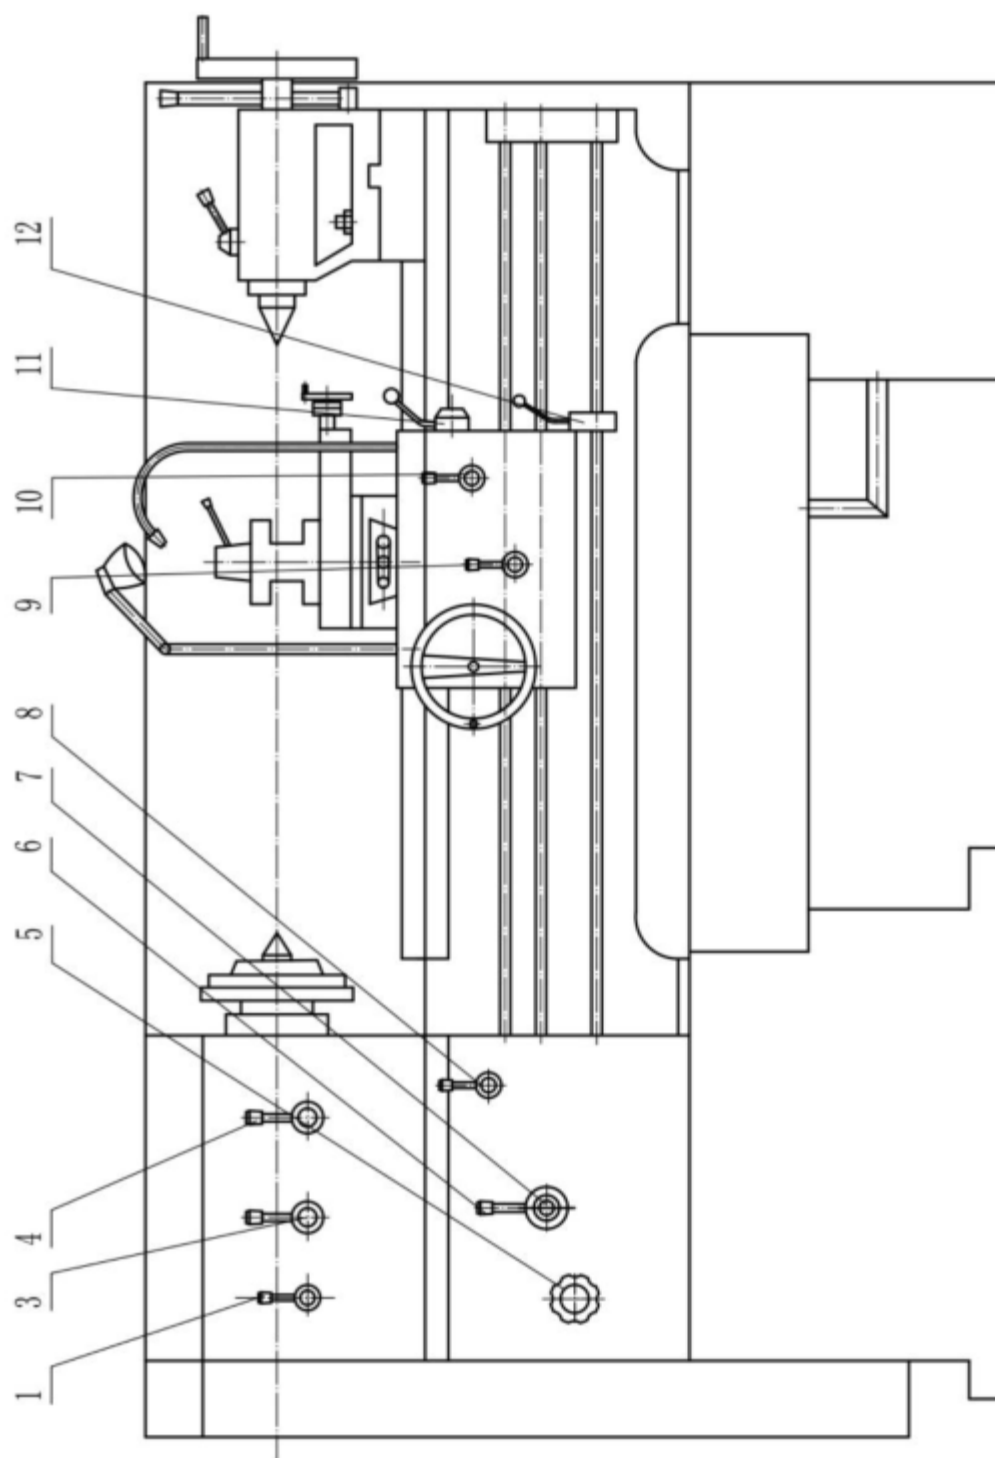
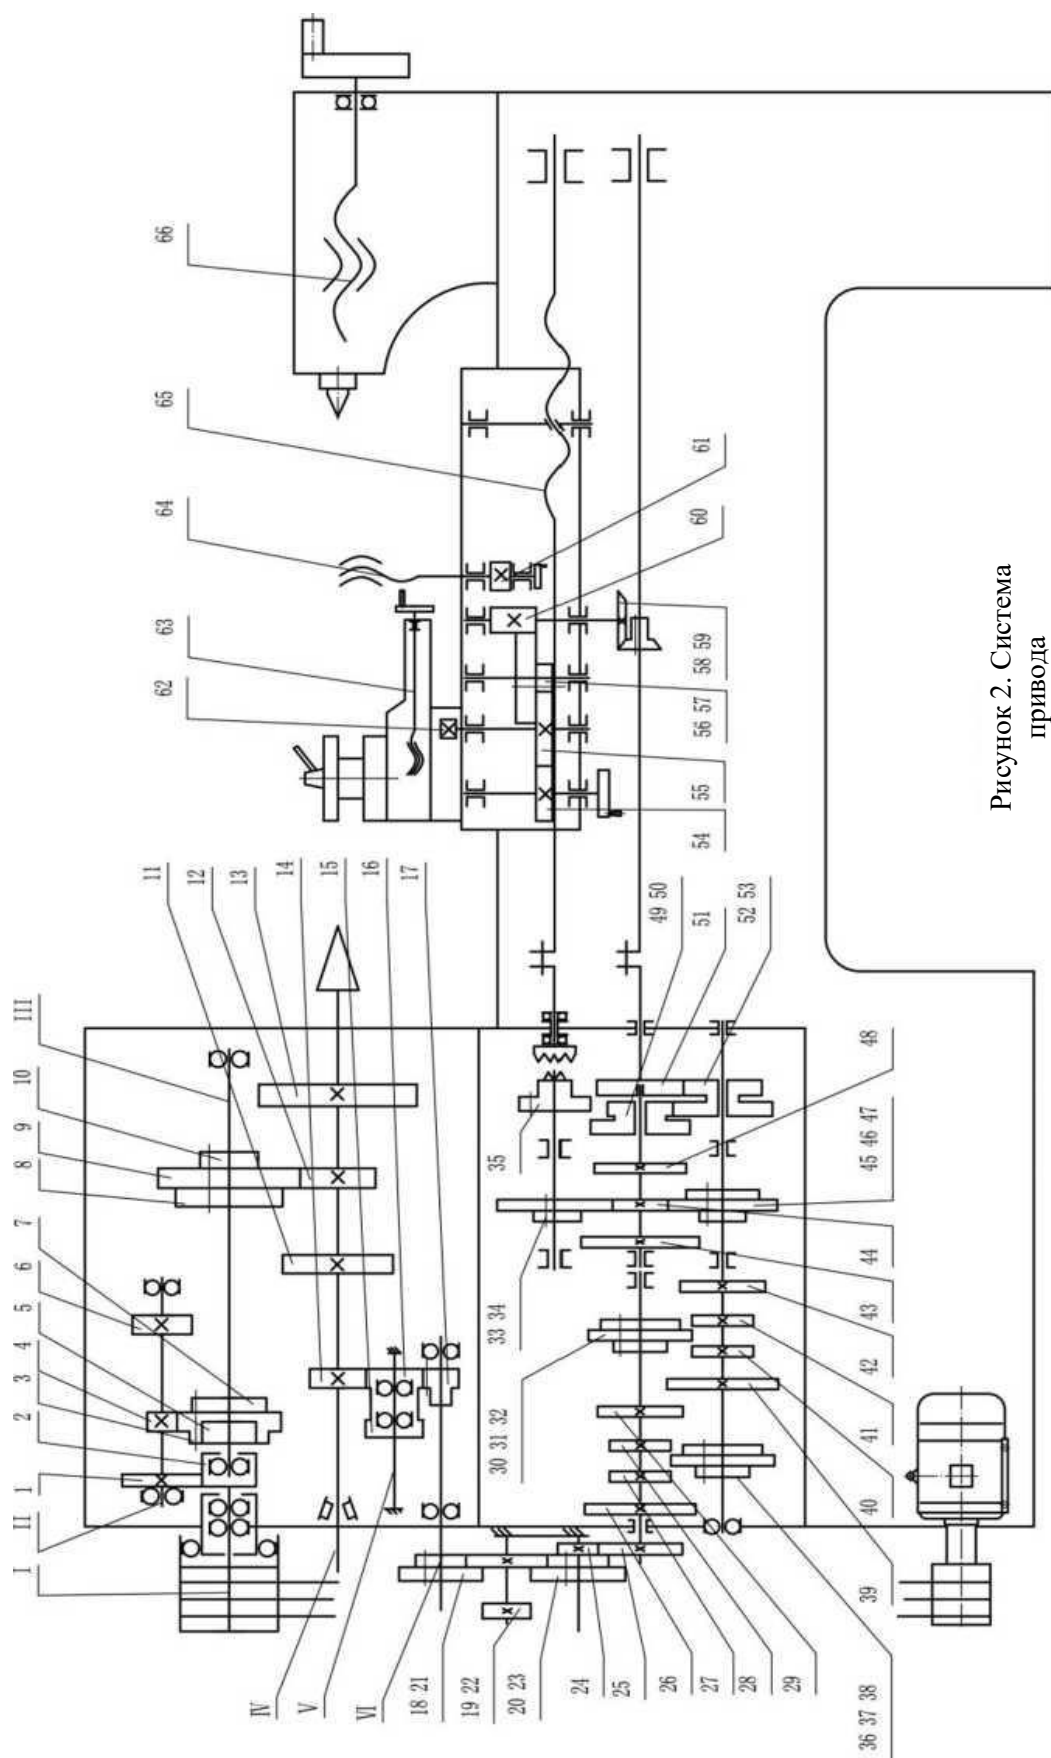

Рисунок 1. Общий вид станка
Рисунок 2. Система
Вся конструкция и рабочий стержень показаны на рис.1. Основная структура и порядок работы следующие.
Вал шпиндельной бабки приводится в движение треугольным ремнем (см. рис. 2), затем с помощью шестерен вращение передается на шпиндель, можно получить 9 ступеней скорости. Включение шестерен осуществляется рычагом управления 3,4 (см. рис. 1). Обратное вращение шпинделя осуществляется за счет обратного вращения двигателя. При одинаковых приводных цепях скорость вращения шпинделя вперед и назад одинакова и имеет 9 ступеней в каждом направлении. Рычаг 1 (рис. 1) управляет направлением подачи.
Управление подачей осуществляется системой сменных зубчатых колес (см. рис.2). Сменные зубчатые колеса установлены на пластине сменных зубчатых колес. Сменные зубчатые колеса устанавливаются попарно согласно заводской табличке резьбонарезного устройства. Что касается нарезки специальной резьбы, то сначала необходимо рассчитать, а затем произвести замену сменных зубчатых колес попарно. С помощью базовой ручки 5 и ручек 6 и 7 (показаны на рис. 1), можно получить разную скорость нарезания и подачи резьбы. Ручка 8 (рис.1) управляет нарезкой резьбы и подачей.
Рычаги 9, 10 и 11 (рис.1) предназначены для управления кареткой, при помощи которой выполняется продольная, поперечная и резьбовая обработки. Рычаг 9 управляет мощностью кареткой, рычаг 10 управляет полугайкой, рычаг 11 осуществляет продольную и поперечную подачу. Внимание: каретка должна быть в выключенном состоянии, сначала переместите рычаг 11, затем используйте рычаг 9, чтобы выполнить продольное и поперечное перемещение. Если станок работает, необходимо сначала остановить его, затем нажать рычаг 9, но не перемещать рычаг 11.
- a. Система с механическим приводом (рис. 2)